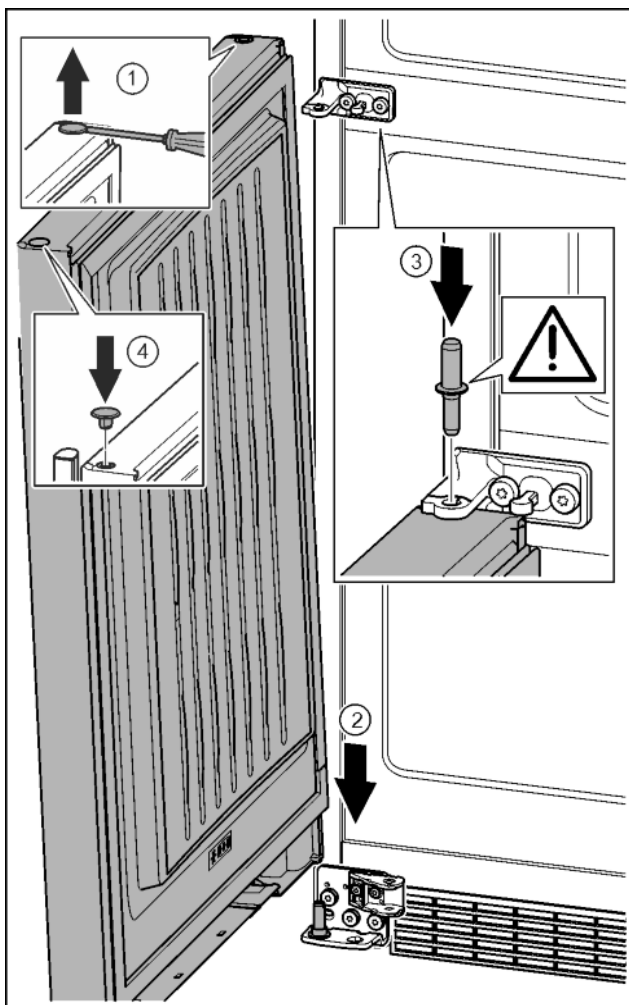

Fig. 40
- ▶ Zatyczkę ostrożnie podważyć przy pomocy śrubokręta i wyjąć. Fig. 40 (1)
- ▶ Założyć drzwi od góry na dolny sworzeń zawiasu. Fig. 40 (2)
- ▶ Przełożyć środkowy sworzeń zawiasu przez środkową płytkę zawiasu, wkładając go w dolne drzwi. Przy tym zwrócić uwagę, by krzywka zatraskowa wskazywała do tyłu. Fig. 40 (3)
- ▶ Zatyczkę założyć ponownie z drugiej strony drzwi. Fig. 40 (4)